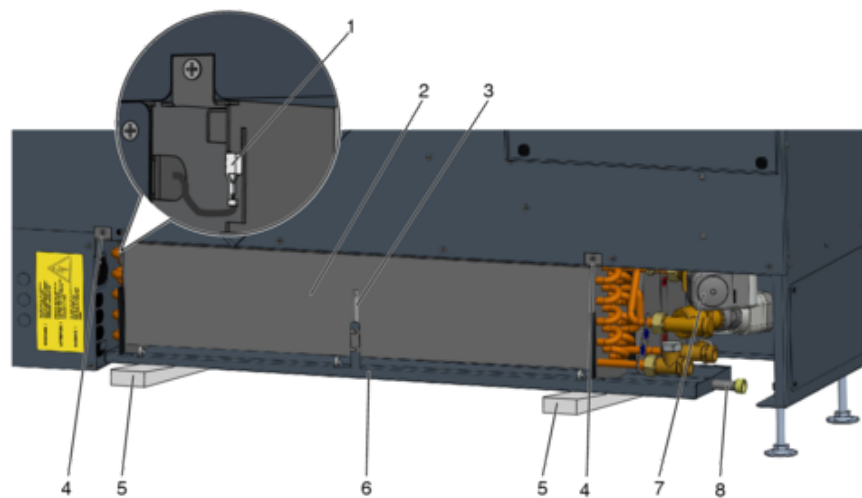

Abb. 39: Wärmeübertrager demontieren
3. ▶ Schutzleiter (Abb. 39 /1) am Wärmeübertrager (Abb. 39 /2) lösen.
4. ▶ Halter des Zulufttemperatursensors (Abb. 39 /3) lösen.
5. ▶ Betriebsdruck der wasserseitigen Anschlüsse (Abb. 39 /7) ablassen und die Rohrverschraubungen am Wärmeübertrager lösen. Ggf. Abfluss am Kondensatanschluss (Abb. 39 /8) demontieren.
6. ▶ Wärmeübertrager und Kondensatwanne (Abb. 39 /6) mit geeignetem Material abfangen, z. B. mit Holz (Abb. 39 /5).
Halterungen (Abb. 39 /4) des Wärmeübertragers durch Lösen der beiden Kreuzschlitzschrauben demontieren und den Wärmeübertrager mit Kondensatwanne vorsichtig absetzen. Wärmeübertrager mit Kondensatwanne nach vorne aus dem Gerät ziehen.
- Die Kondensatwanne (*Abb. 39 /6*) mit handelsüblichen Reinigungs- oder Desinfektionsmitteln reinigen.
- Kondensatablauf (*Abb. 39 /8*) (optional) auf freien Ablauf prüfen.